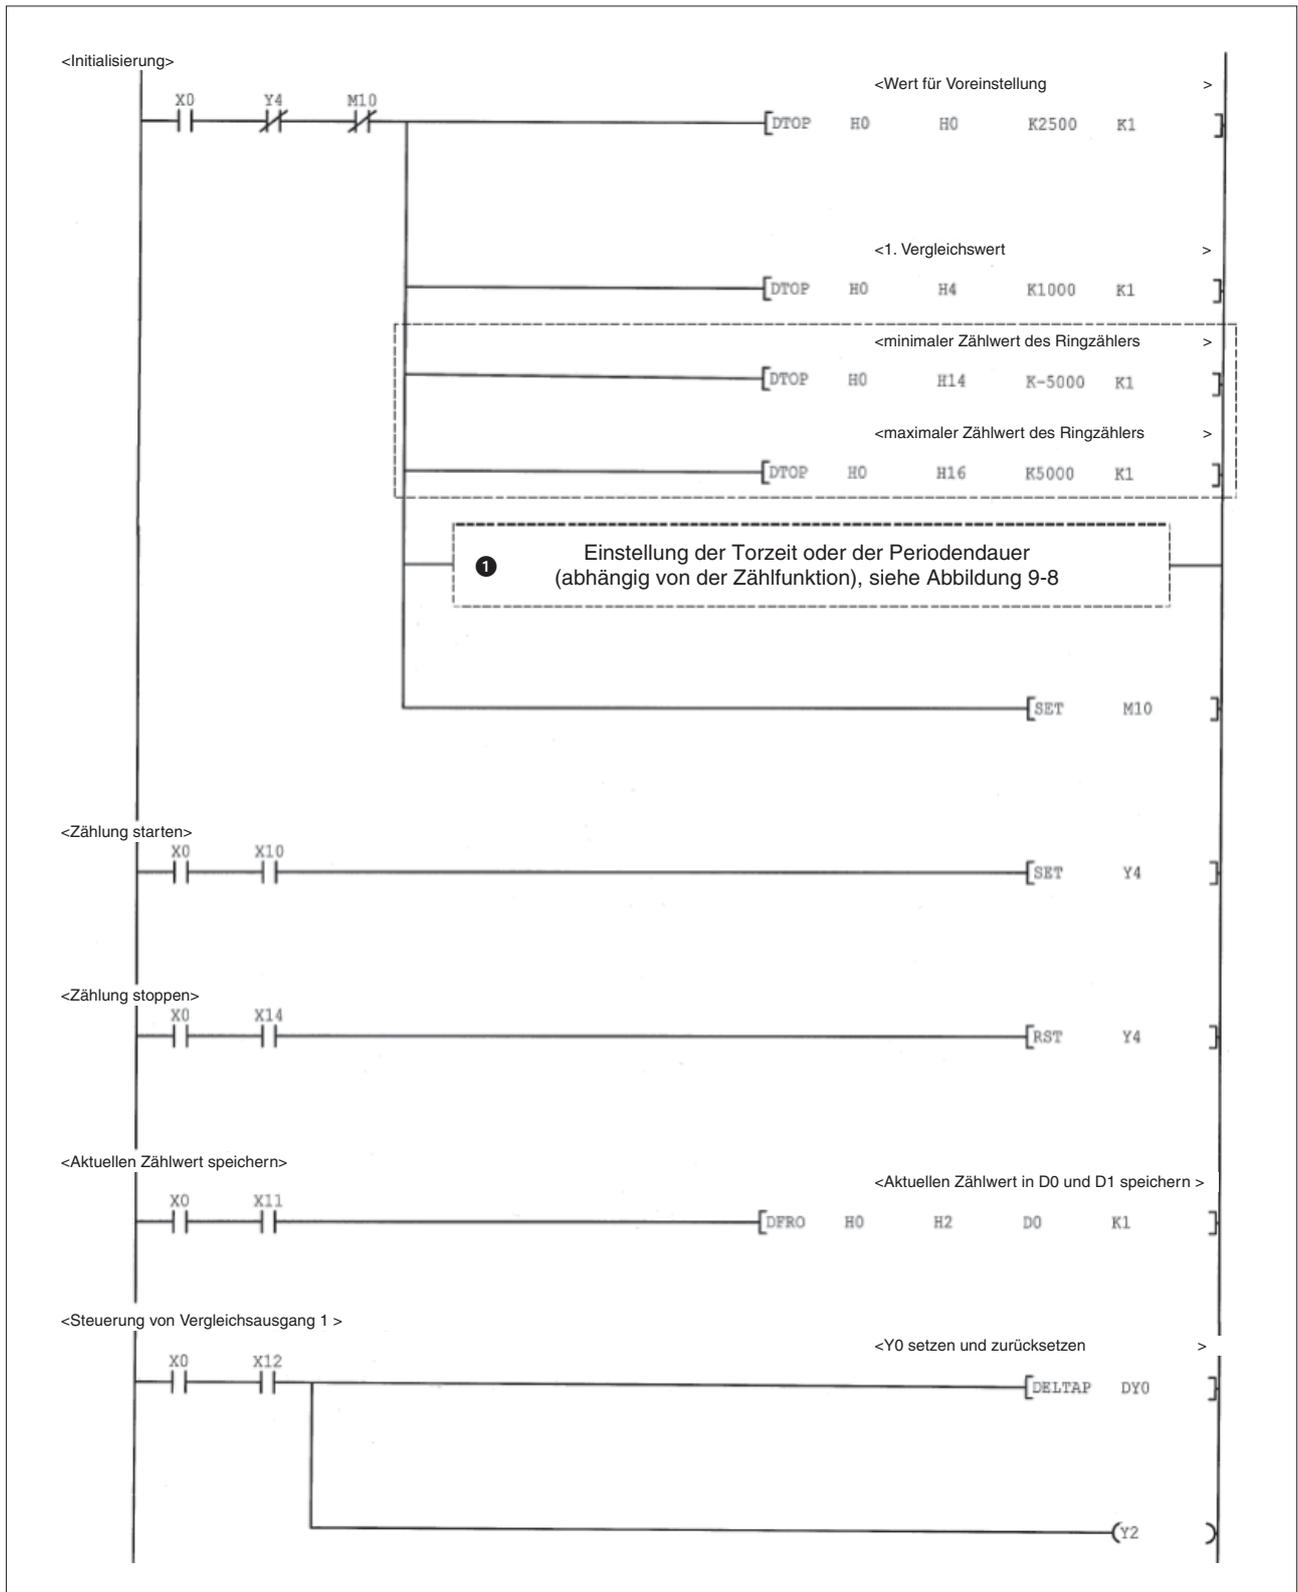

Abb. 9-6: Beispielprogramm zur Steuerung eines Zählermoduls QD62 (D/E) ohne Verwendung der Konfigurations-Software GX Configurator-CT (Teil 1)
Um das in den Abb. 9-6 und 9-7 dargestellte Programm zu vervollständigen, müssen noch die Initialisierung und die Steuerung der Zählerfunktion eingefügt werden. Die dafür erforderlichen Programmsequenzen hängen von der gewählten Zählerfunktion ab.
Bei der Initialisierung des Zählermoduls wird – abhängig von der verwendeten Zählerfunktion – die Torzeit oder die Periodendauer eingestellt. Eine der in der folgenden Abbildung gezeigten Programmzeilen wird dazu im Programm in Abb. 9-6 an der Position ① eingefügt.